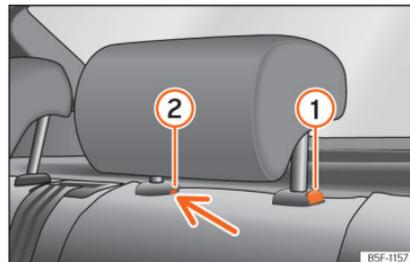

Abb. 116 Kopfstützen hinten: Ausbau.
- Drücken Sie die Taste »» **Abb. 116** ① und gleichzeitig mit einem Schlitzschraubendreher (Breite max. 5 mm) in die Öffnung der Verriegelung ② und ziehen Sie die Kopfstütze heraus.